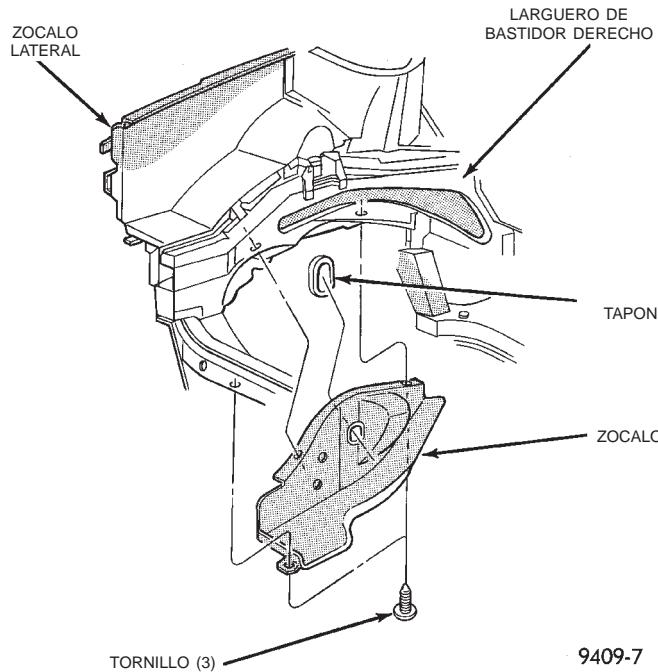

Fig. 36 Zócalo interno derecho
(1) Retire las correas de transmisión de accesorios. Para informarse sobre el procedimiento descrito en esa sección, consulte el Grupo 7, Sistema de refrigeración.
(2) Eleve el vehículo sobre un elevador y retire el zócalo interno derecho (Fig. 36).